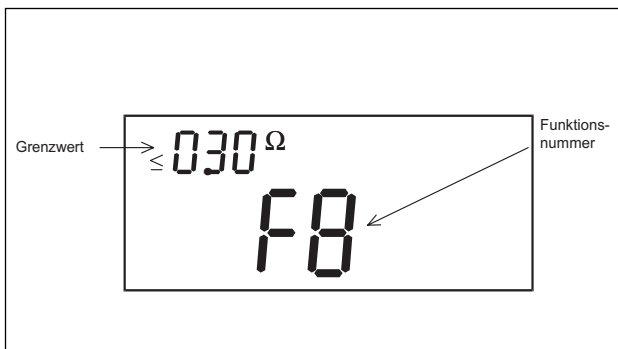

Abb.7.48
- Die **START/STOP**-Taste am benutzten COMMANDER oder am Gerät drücken, um die Messung zu starten. Die Funktionsnummer für die erste durchzuführende Messung wird kurz angezeigt (siehe Beispiel in Abb. 7.48), dann wird die Messung durchgeführt.